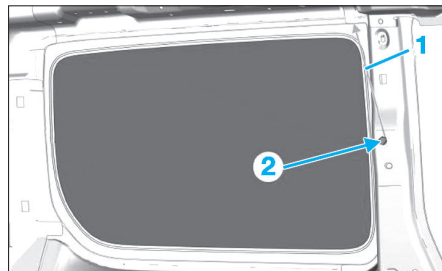

FIG. 10
- Fixer l'extrémité du fil tranchant (1) sur la fixation supérieure de ceinture (2) (Fig.10).